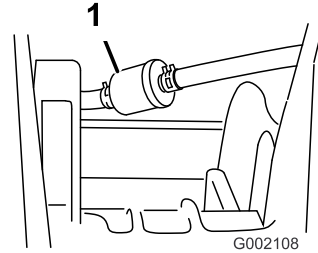

図 32
3. フィルタを燃料ラインに固定しているクランプを外す（図 32）。